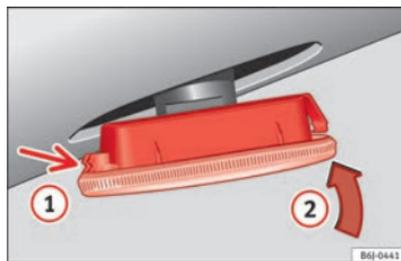

Fig. 199 Clignotant latéral.
- Posez d'abord le clignotant dans le trou de la carrosserie, en emboîtant les languettes ⇒ fig. 199, flèche ①.
- Emboîtez l'ampoule comme indiqué sur la flèche ② ⇒ fig. 199. ■